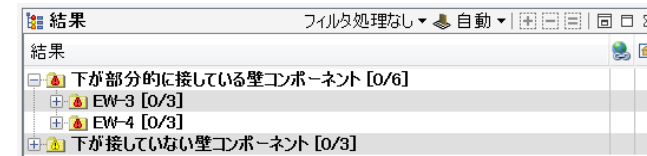

図 4 0 結果ビュー
- 7) カテゴリーを選択すると、そのカテゴリーの案件に属するコンポーネントのみが 3D ビューに表示されます。より情報を見やすくするため、関連するフロアのフットプリントが表示されます。（図 4 1 を参照）